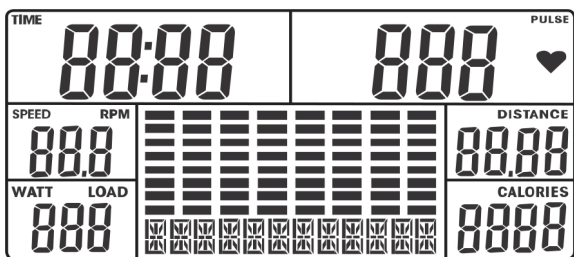

Figure 1
1. Branchez le moniteur ou maintenez la touche RESET appuyée pendant 3 secondes. L'écran LCD affiche tous les segments et émet un long bip (1 seconde) puis affiche par ex. 78.0 (version du logiciel) (voir fig. 1 et 2).